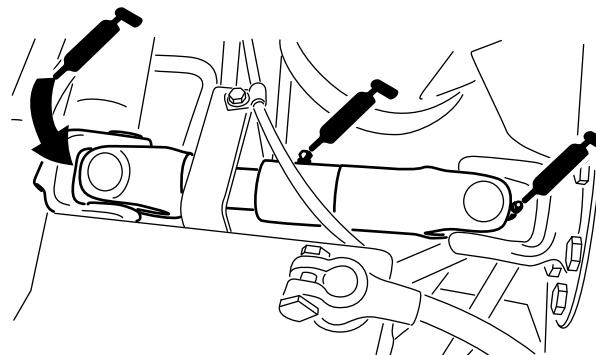

Figure 64
- Joint de cardan d'arbre d'entraînement de pompe (3) – Figure 64